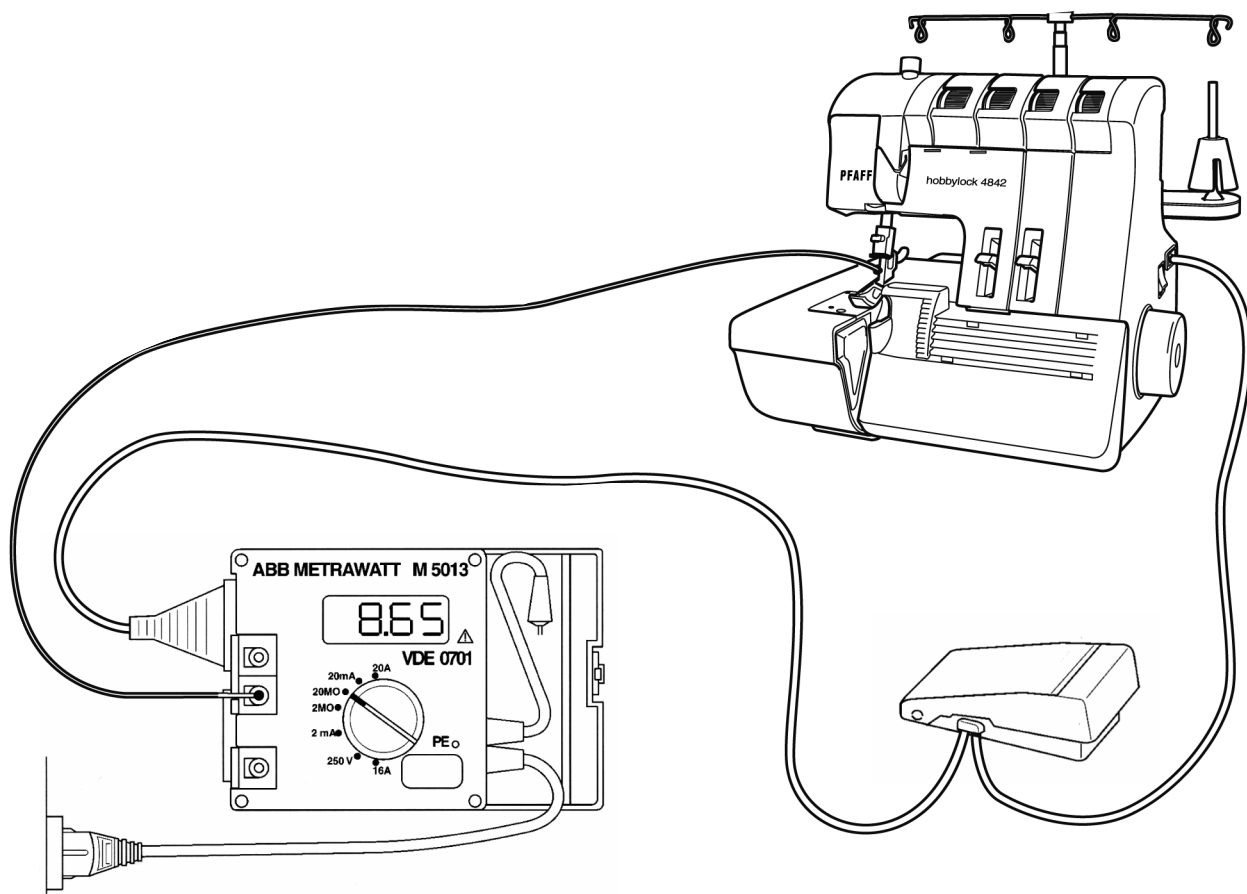

Рис. 3
- Переключатель диапазонов установите на “20 M Ohm” (рис. 3).